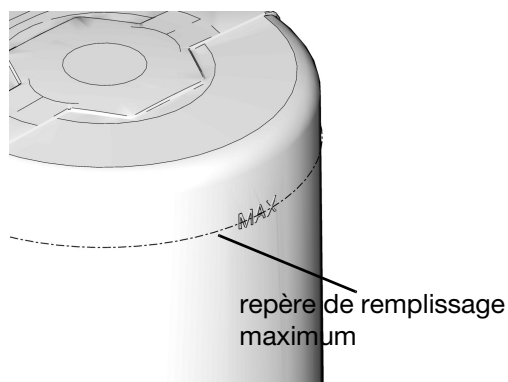

FIG. 14
- Ne pas remplir excessivement (FIG. 14).